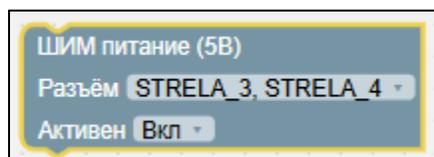

Рисунок 67 – Блок «ШИМ питание (5В)»
- 2) Блок «ШИМ питание (5В)» (см. Рисунок 67) – активирует или деактивирует генерацию ШИМ-сигнала на предварительно сконфигурированном канале.